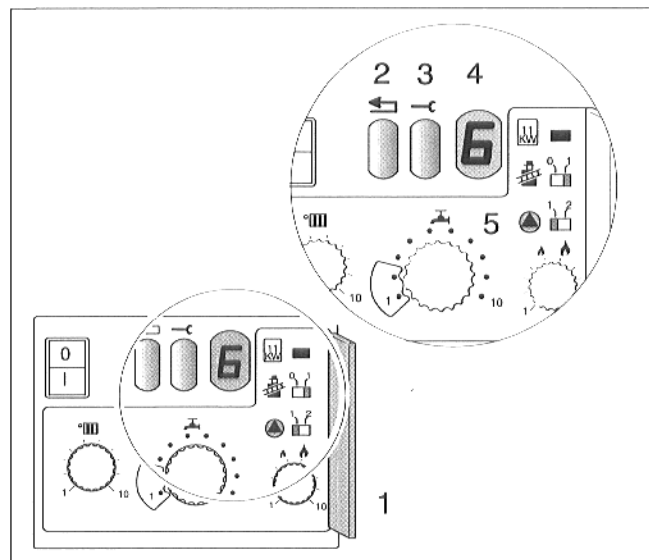

Abb. 2 2. Bedienebene, Betriebs- und Störungsmeldungen
- Abdeckung der 2. Bedienebene öffnen (Abb. 2, Pos. 1).
- Schalter „pump“ auf Stellung 2 (Pumpennachlaufzeit 24 h) stellen (Abb. 2, Pos. 5)
Der Betriebszustand oder eine eventuelle Störung werden auf dem Display (Abb. 2, Pos. 4) angezeigt. Die Meldung besteht aus zwei Zeichen. Nach Drücken der Servicetaste (Abb. 2, Pos. 3) wird das zweite Zeichen angezeigt.